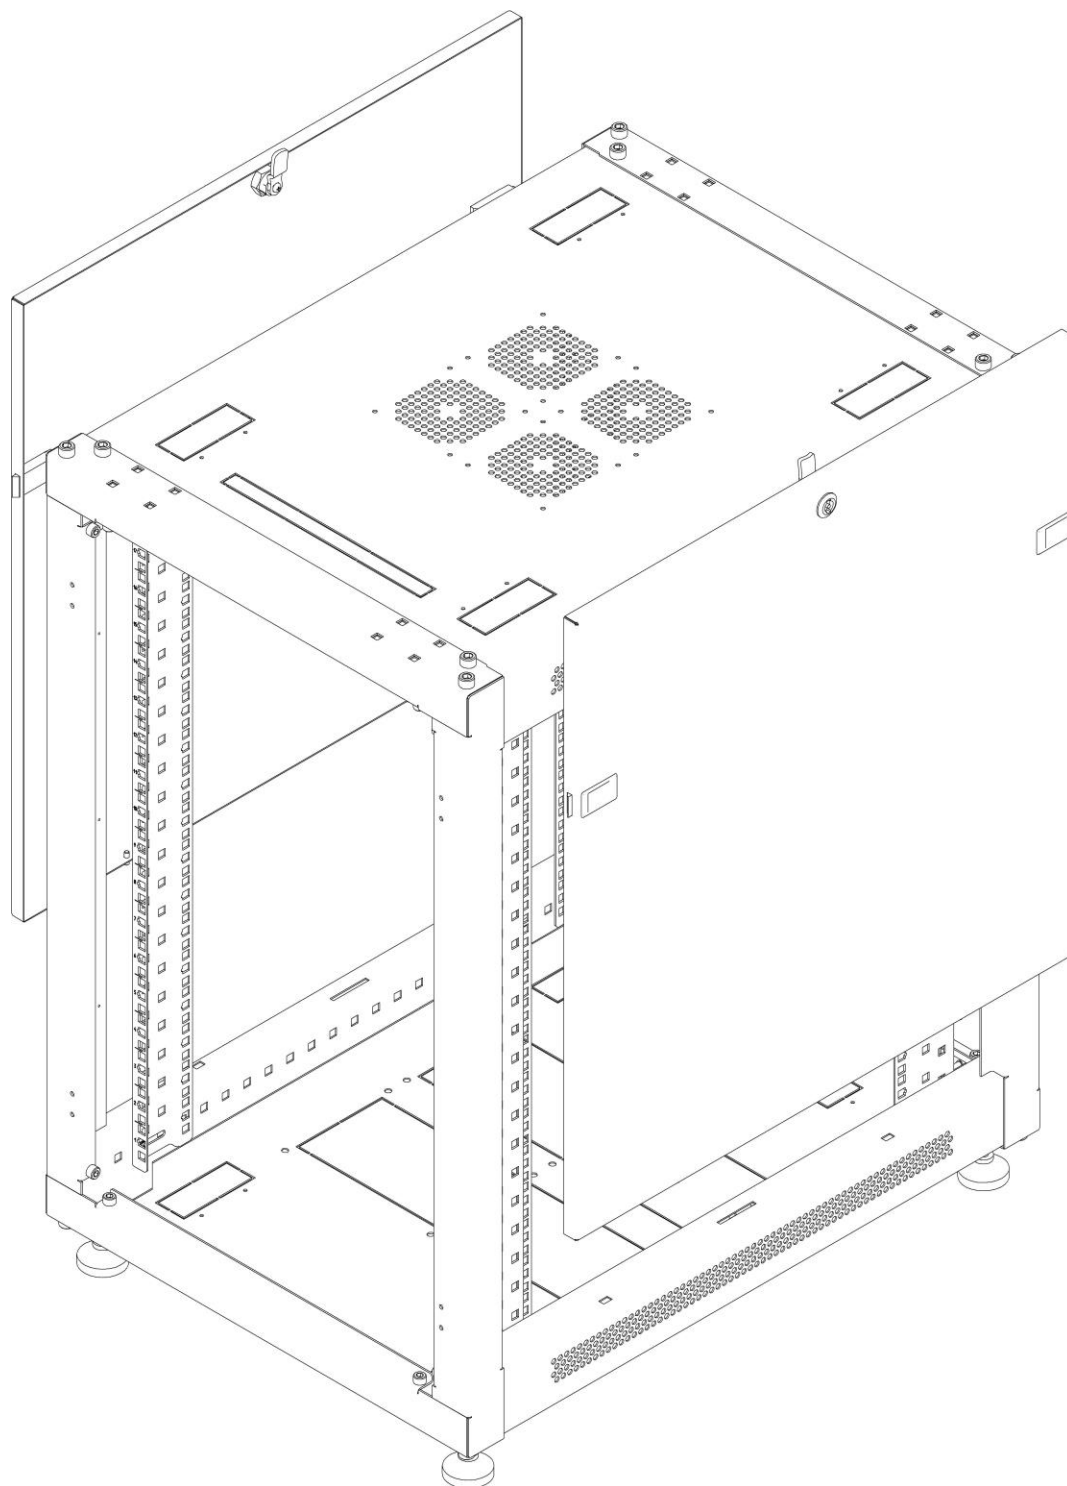

Рисунок 3 – установка стенок.
7.1.3 Для установки стенки (1.2) в шкаф необходимо состыковать два выступа снизу стенки с пазами в основании, затем перевести язычок замка в положение «закрыто». Повторить операцию для второй стенки. (рисунок 3).